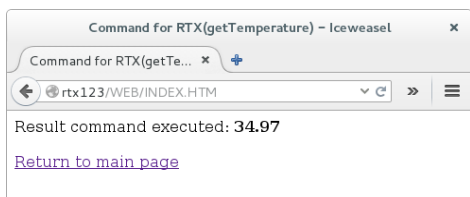
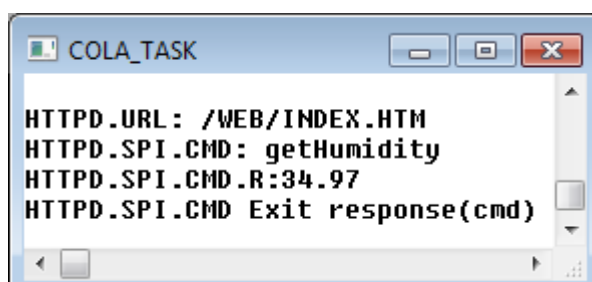
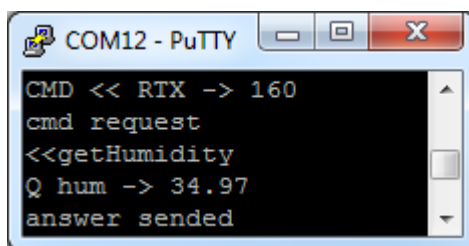

Figura 27: Execució comanda en Arduino
Figura 28: Execució comanda en Arduino (Debug RTX)
Figura 29: Execució comanda en Arduino (Debug Arduino)
- Exemple d'execució de comanda Arduino: Aquest cas és una variant del punt anterior. No obstant en aquest cas, s'usarà una comunicació SPI, ja que la comanda s'executarà en l'altre extrem (Arduino). Un cop executada, s'enviarà la resposta mitjançant el mateix bus, i es mostrarà en la web, tal com es pot veure en la Figura 27. En aquest cas, el log de RTX, representat per la Figura 28 indicarà que la comanda s'executa mitjançant SPI. En quant el log de Arduino es pot veure en la Figura 29.